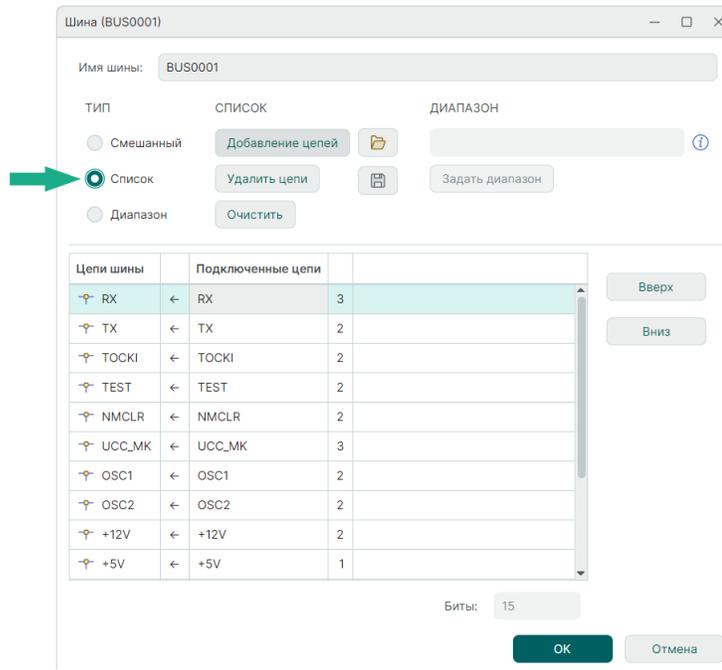

Рис. 169 Включение режима «Список»
2. Установите переключатель в положение «Список», см. Рис. 169.